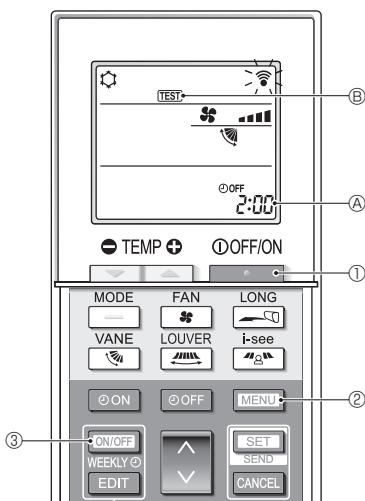

Fig. 7-5
7.2.2. Al usar el controlador remoto inalámbrico (Fig. 7-5)
- Pulse el botón ① para detener el acondicionador de aire.
- Si el temporizador semanal está activado (se muestra **WEEKLY**), pulse el botón ③ para desactivarlo (no se muestra **WEEKLY**).
- Pulse el botón ② durante 5 segundos.
- Pulse el botón ②.
- Se muestra **TEST** ⑧ y la unidad entra en el modo de prueba de funcionamiento.